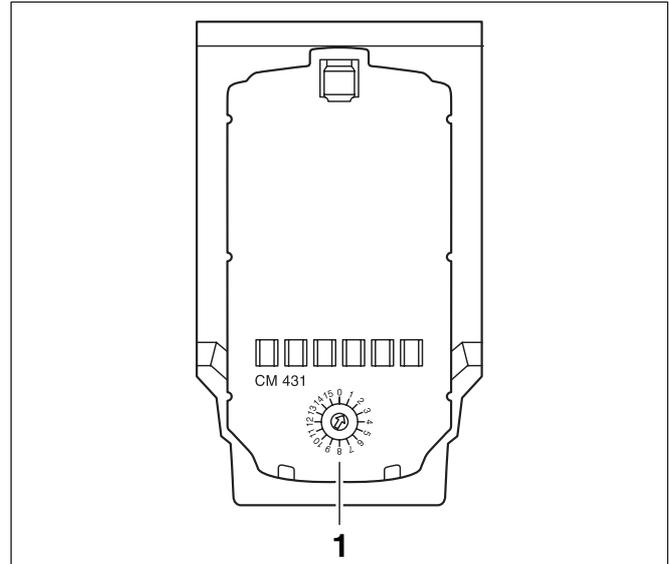

Abb. 5 Adresseneinstellung
Die Adresseneinstellung (Abb. 5, **Pos. 1**) finden Sie beim Regelgerät Logamatic 4313 auf dem Modul CM431 (hinter der Bedieneinheit MEC2).
- Mit einem Schraubenzieher können Sie jetzt die Regelgerät-Adresse einstellen (Abb. 5).